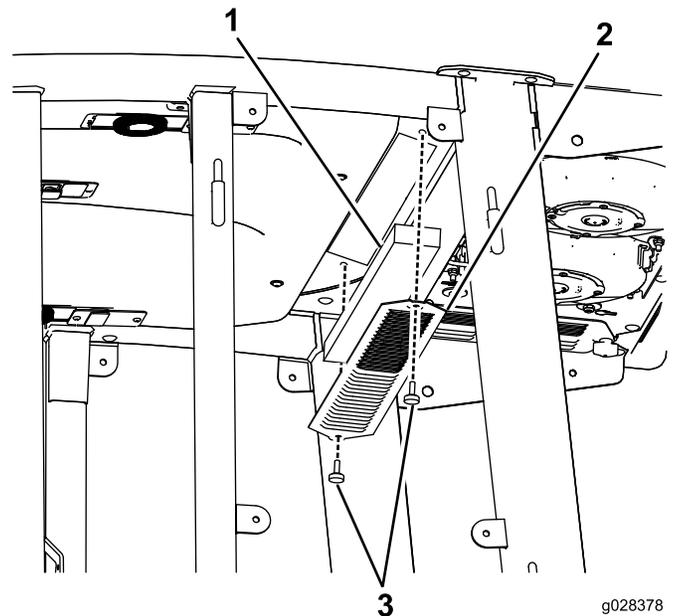
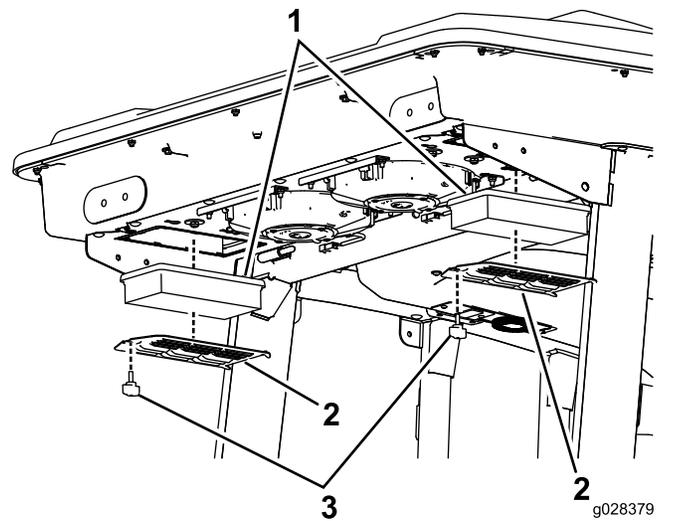

Figure 53
Figure 54
1. Retirez les vis et les grilles des filtres à air intérieur et arrière de la cabine (Figure 53 et Figure 54).